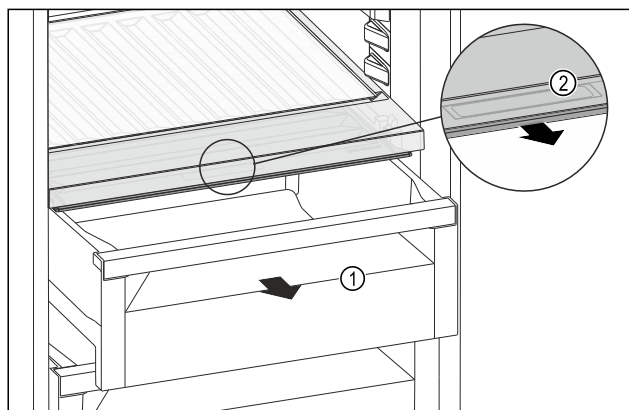

Fig. 262
- Витягніть висувний ящик Fig. 262 (1).
- Візьміться за потайну ручку Fig. 262 (2) на кришці відділення й одночасно потягніть кришку відділення вперед.